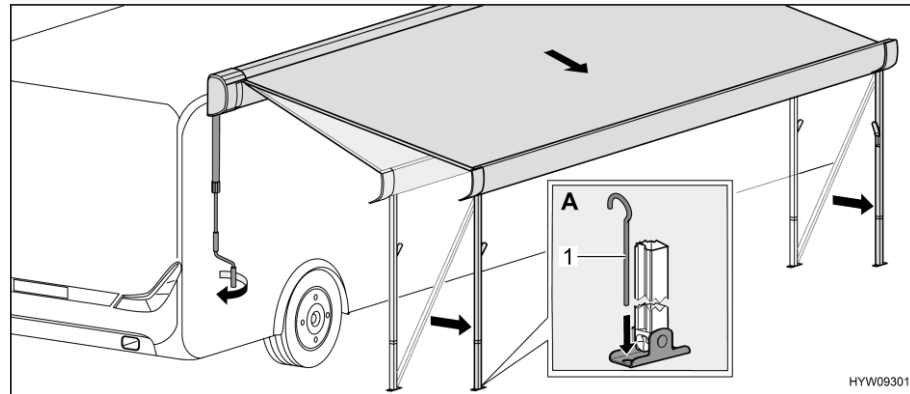

Fig. 31 Collocazione della tenda nella posizione finale
- Servendosi di puntelli (Fig. 31,1), fissare a terra i montanti di supporto (Fig. 31,A).